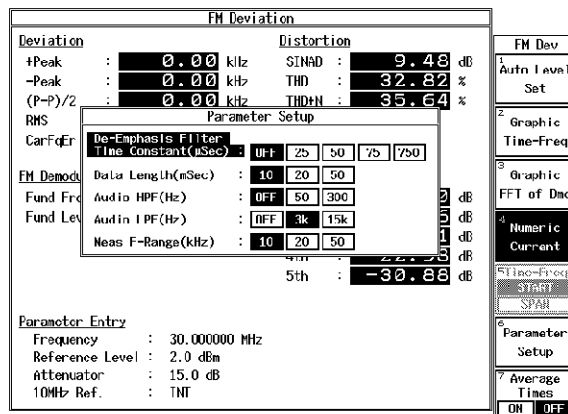

図 6-5 測定パラメータ表示
2. R3267 シリーズを CF:30MHz に設定し、パラメータを図 6-5 のように設定し、DC CAL、AUTO LEVEL を実行します。